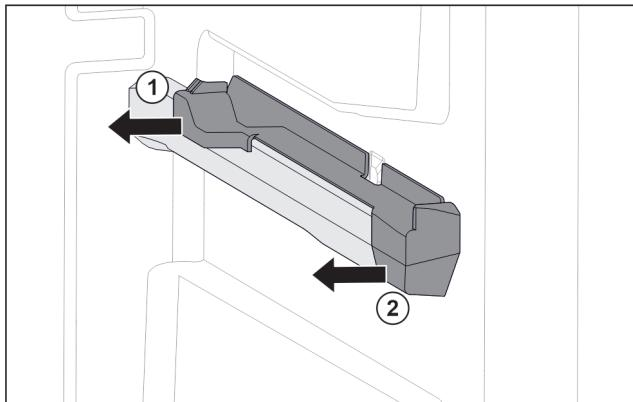

Fig. 79 Natični dio na desnom žlijebu spremnika
- Skinite natični dio straga u stranu. Fig. 79 (1)
- Skinite natični dio sprijeda u stranu. Fig. 79 (2)